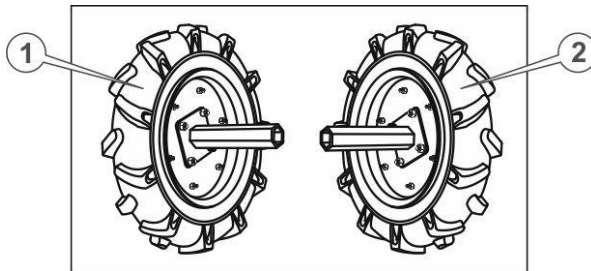

Рисунок 5.1 – Ліве та праве колесо
4. Приєднати маточини коліс до колісних дисків за допомогою болтів, надійно затягнути всі з'єднання на колесах (див. рис. 5.1). Водночас необхідно пам'ятати, що на колеса встановлені пневматичні шини зі спрямованим малюнком протектора типу «ялинка». Встановлення коліс необхідно виконувати так, щоб споглядаючи на мотоблок зверху, «вістря» цієї «ялинки» були спрямовані вперед (див. рис. 5.1), крім того, вентиля для накачування камер повинні перебувати з зовнішнього боку колеса.